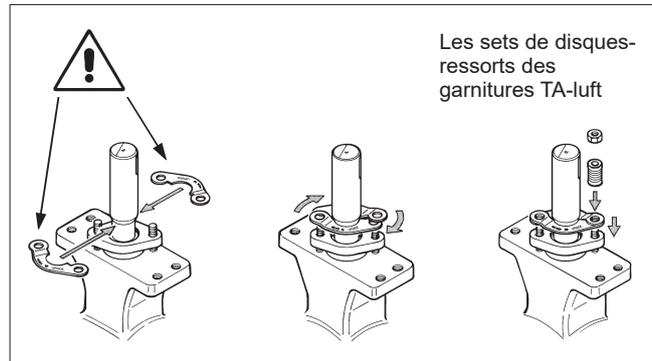
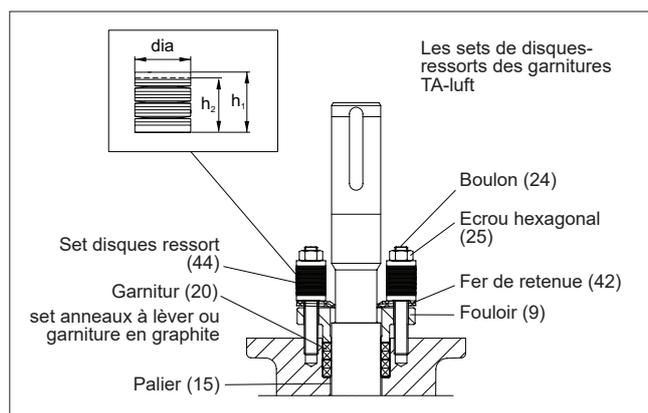

Fig. 10 Montage des fers de retenue
Fig. 11 Garniture de presse-étoupe
- Desserrer les écrous (25) et enlever les kits (TA-Luft) à disque-ressort (44) les fers de retenue (42) et le fouloir (9).(cf. figure 11).
- - Extraire les garnitures (20). Attention à ne pas endommager les surfaces du logement des garnitures et de l'axe.
- Replacer les fers de retenue avec l'inscription UPSIDE sur le dessus (cf. figure 10).